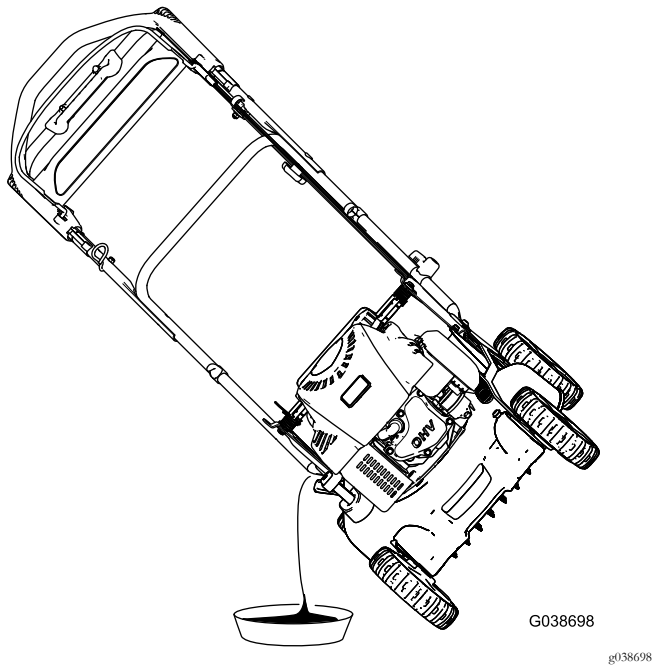

Bild 28
4. Kippen Sie die Maschine so auf die Seite, dass der Peilstab nach unten zeigt, und lassen Sie das Altöl über den Öleinfüllstutzen in die Auffangwanne ab (Bild 28).